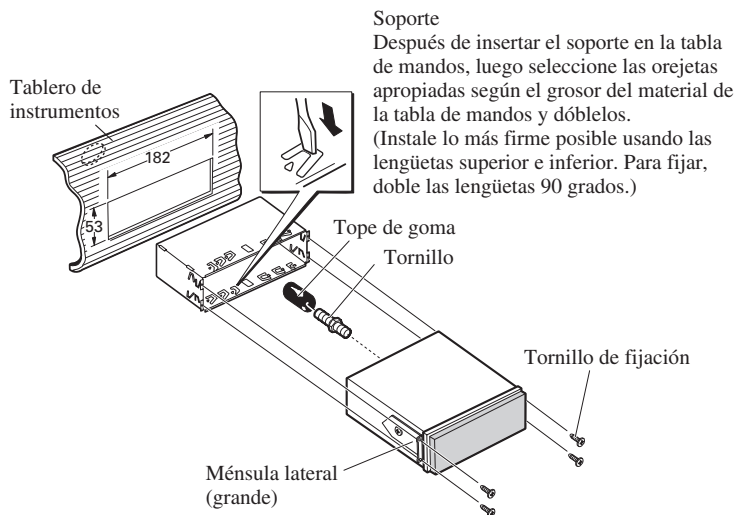

Fig. 11
3. Fijación de la unidad. (Fig. 11)